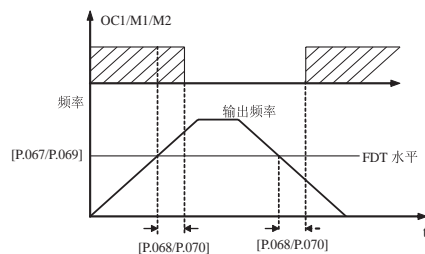

图 5-14 频率水平检测 (FDT)
- 2: 频率水平检测信号（FDT1） 当变频器的输出频率超过 FDT 频率水平时，经过设定的延时时间后，输出有效信号（低电平），当变频器的输出频率低于 FDT 频率水平时，经过同样的延时时间后，输出无效信号（高阻）。见图 5-14